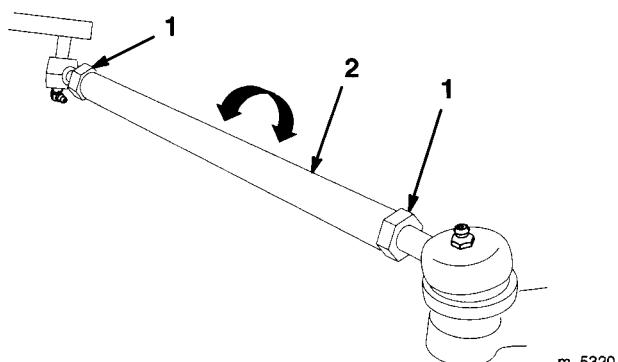

図 36
3. 前後の測定値が適正値から外れている時には（適正値はこの項の一番最初に示されている）、タイロッド両側のジャムナットをゆるめる（図36）。